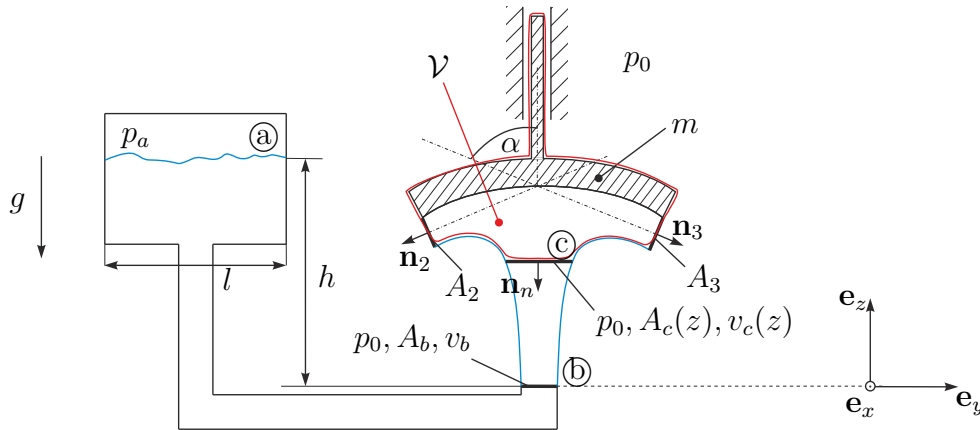

Abbildung 1: Senkrechter Freistrahл.
1. Aus einem großen Reservoir (Druck p_a , Geschwindigkeit $v_a = 0$) tritt über eine reibungsfreie Rohrleitung ein senkrechter Freistrahл aus, der auf eine Kugelkalotte (Masse m , Öffnungswinkel 2α) trifft. Der Aufbau ist in Abbildung 1 dargestellt. Ein Freistrahл ist eine Strömung aus einer Düse in die freie Umgebung (es gilt daher $p = p_0$).